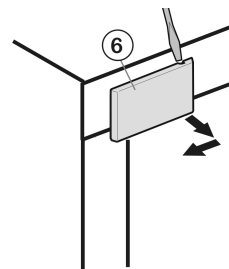

Fig. 16
- Suelte la cubierta en el lado del tirador Fig. 16 (6) con la ayuda de un destornillador y retírela hacia fuera.